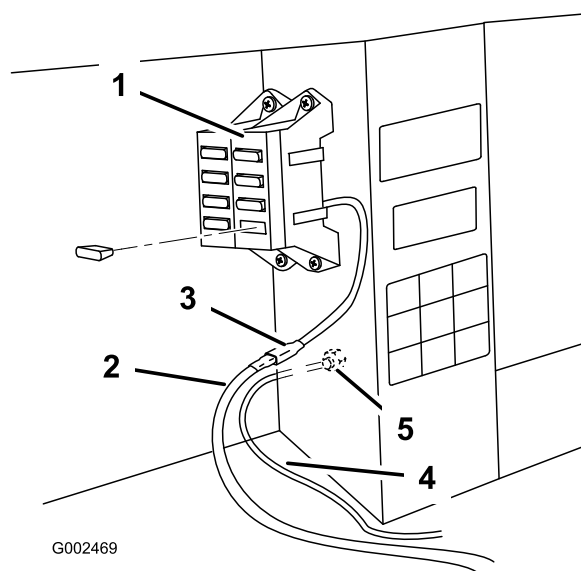

Figura 22
2. Ligue o anel do cabo preto ao parafuso de massa (Figura 22).